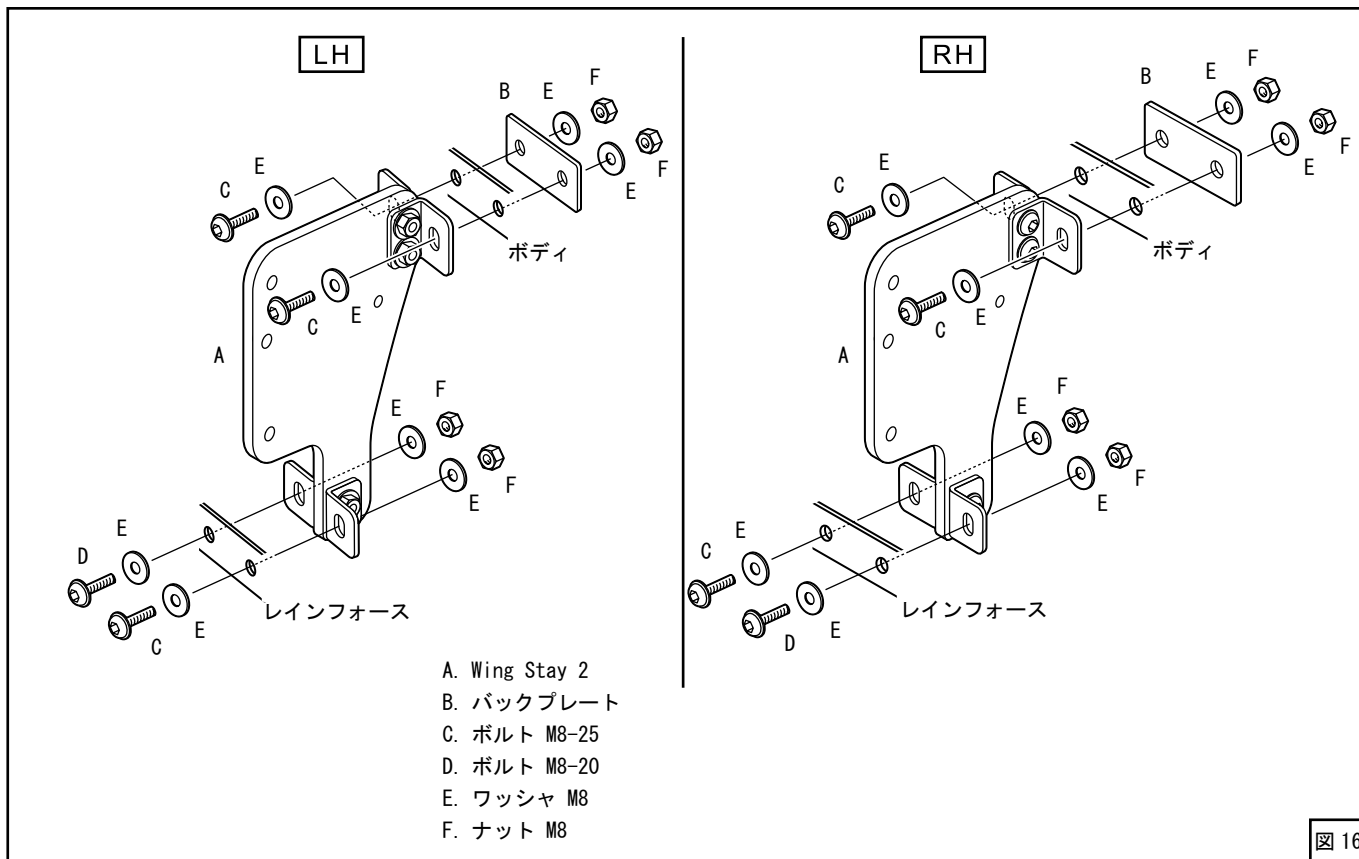
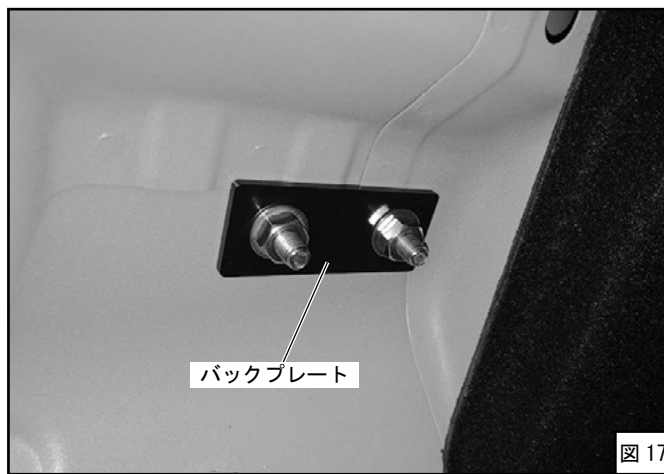
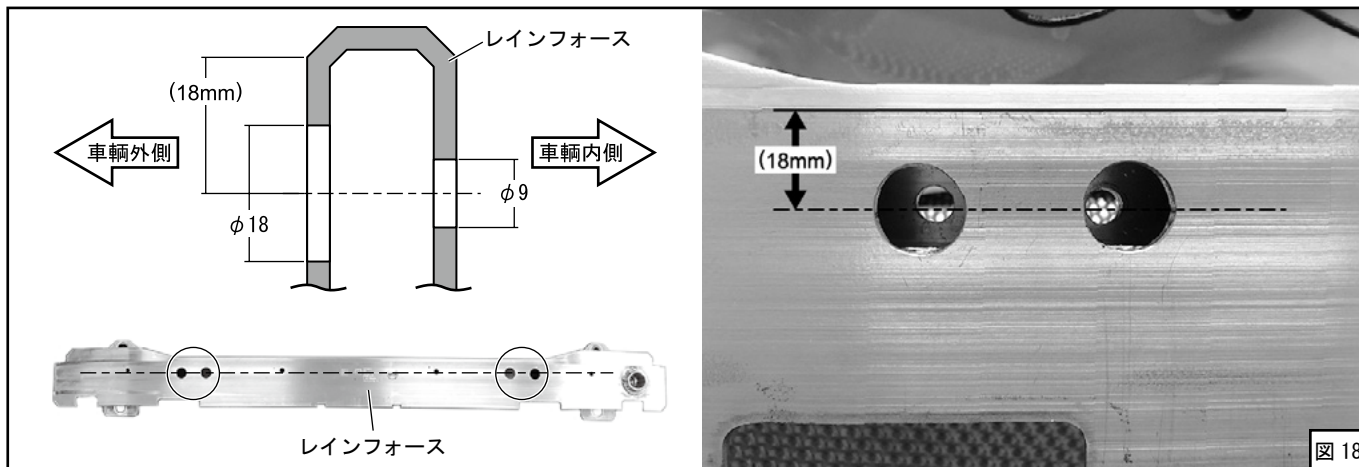

図 16
図 17
図 18
(図 16、図 17)
(11) レインフォースにL字ステー取付け用ボルト穴位置をマーキングしてください。
(12) レインフォースマーキング部にφ9取付け穴4箇所を開けてください。(図 18)
(13) レインフォースの車体外側にφ18サービスホール4箇所を開けてください。(図 18)
(図 16、図 18)